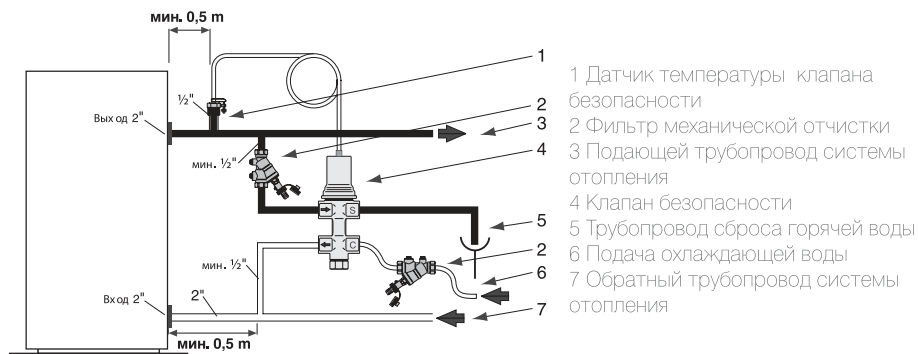

Рис. 6
- Рекомендуется подключать котел к системе отопления через клапан безопасности (рис. 6), обеспечивающий безопасный отвод избыточного тепла и ограничивающий максимальную температуру в котле.